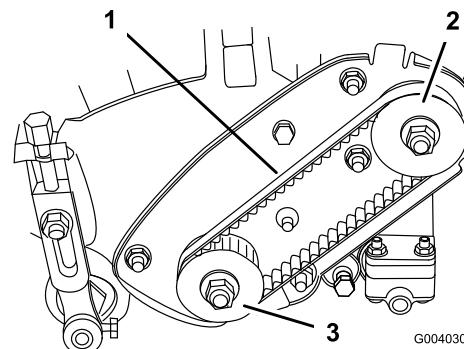

図 31
2. プーリ間の中央でベルト（図 31）を指で押して点検する。押す力は1.8 ± 0.5 kg程度。4.8～7.9 mm程度のたわみが出るのが適正である。たわみの量が適正でない場合は以下の手順へ進む。